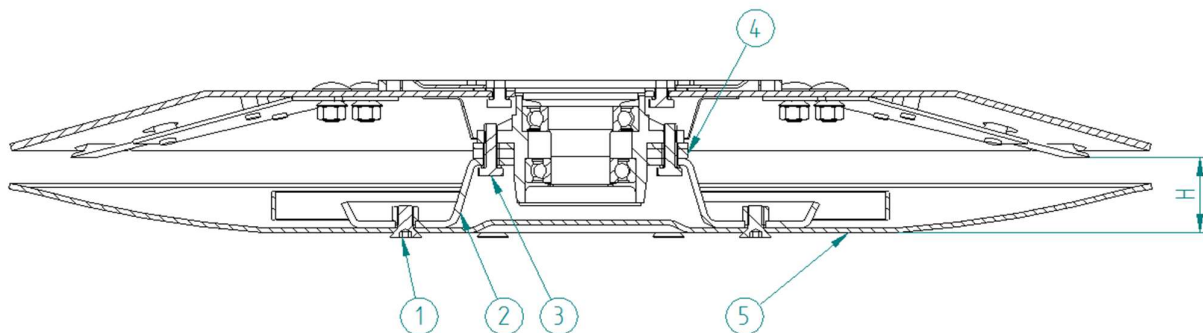

Abbildung12 Einstellung der Schnitthöhe: H) Schnitthöhe
- 3) Lösen Sie die Schrauben (Abb. 12, Pos. 1) und entfernen Sie die Gleitplatte (Abb. 12, Pos. 5),
- 4) Lösen Sie die Schrauben (Abb. 12, Pos. 3), mit denen die Druckplatte (Abb. 12, Pos. 2) befestigt ist, und nehmen Sie sie ab,
- 5) Nehmen Sie die Einstellung der Schnitthöhe vor (Abb. 12, Pos. 4 - Distanzringe),